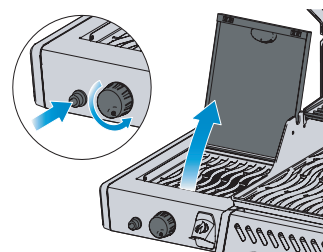

Рис. 3
4. Если горелка не зажигается, поверните ручку горелки в положение «Выключено» по часовой стрелке и подождите 5 минут. Повторите шаг 2 и шаг 3. (Рис. 3)